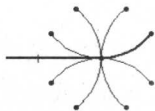

图1-20 绘制切线弧或法线弧
① 在【草图绘制】工具栏中单击【直线】按钮或选择【工具】|【草图绘制实体】|【直线】，则指针形状变为.
② 在绘图区域单击直线的起点，将指针拖动到直线的终点，双击【直线】按钮, 则结束绘制直线。
③ 在【直线】状态可绘制切线和法线弧。在一直线端点处，指针第1次拖动仍是绘制直线，回到端点进行第2次拖动，会有如图1-20所示的效果。沿切线方向为切线弧，沿法线方向为法线弧。